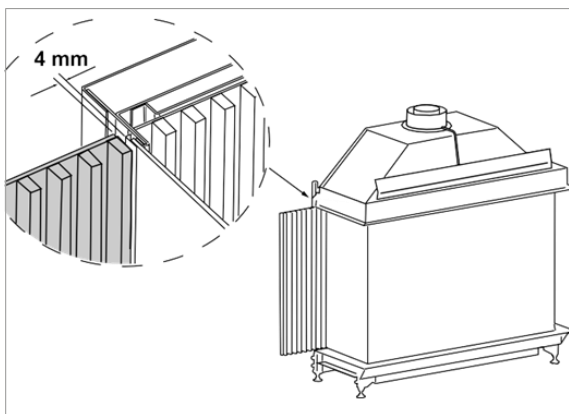

Figure 10 : Retrait de l'encadrement
6. Toujours laisser un espace de 4 mm entre ce panneau et le cadre de la vitre pour que ce dernier reste accessible en cas de service (figure 10).